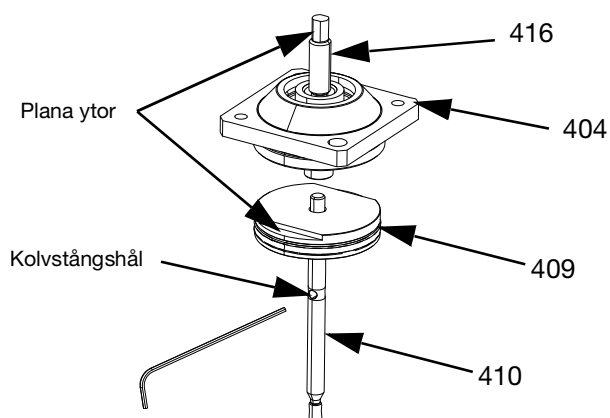

FIG. 18
4. Torka bort allt material inuti luftsektionen (B) med en ren trasa. Kontrollera om det finns skador eller repor.
5. Ventiler med munstycken för droppfri tillbakadragning (FIG. 18):
- a. Ta bort kolvstången (409 och 410) från stångadaptorn (416) och ändlocket (404). Håll kolvstången (410) med en insexnyckel genom hålet i kolvstången och skruva av stångadaptorn (416).
- b. Sätt på en nyckel på de plana ytorna på kolven (409) och en insexnyckel genom hålet i kolvstången (410).
- c. Skruva av kolven (409) från kolvstången (410).